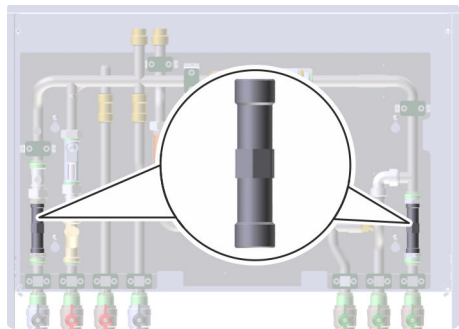

Abb. 82: Passstück
3. ➤ Verschraubung des Passstücks (Abb. 82) mit einem Rollgabelschlüssel lösen und entfernen.